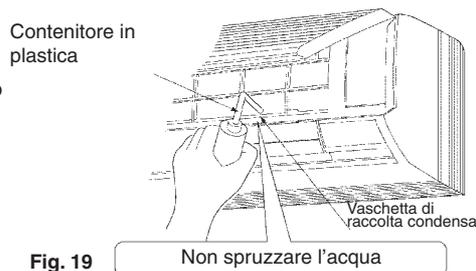

Fig. 19
(2) Assicurarsi che lo scarico funzioni correttamente.
- Al termine dell'installazione delle tubazioni di scarico eseguire un controllo; aprire il pannello frontale, rimuovere il filtro aria, versare una piccola quantità d'acqua nella vaschetta di raccolta condensa e assicurarsi che l'acqua esca senza problemi dal tubo di scarico. (Vedere Fig. 19)